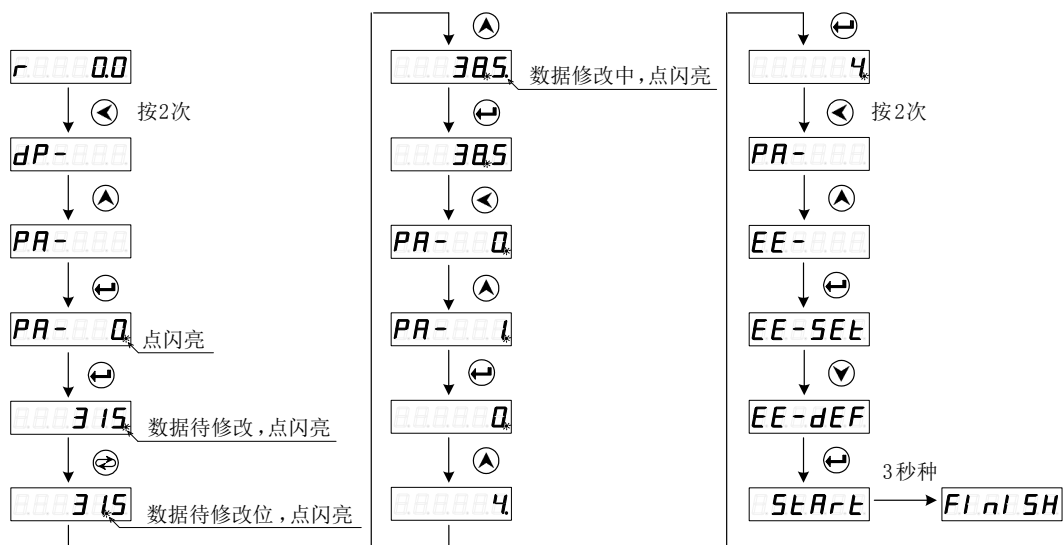

图 4-3 恢复电机默认参数
以恢复 130SJT-M100D (A) (电机型号代码为 4) 电机默认参数为例，具体操作如图 4-3 所示。